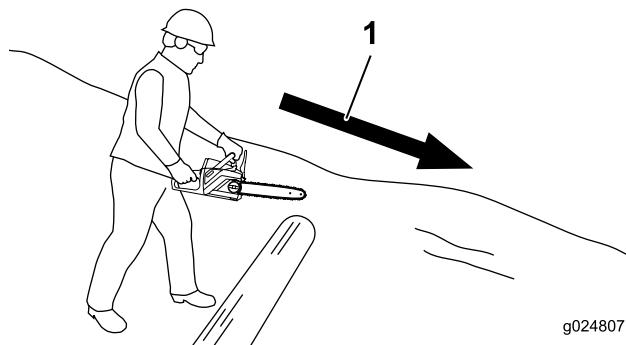

Figure 22
- Si la bûche se trouve sur une pente, tenez-vous toujours en amont de la bûche (Figure 22).